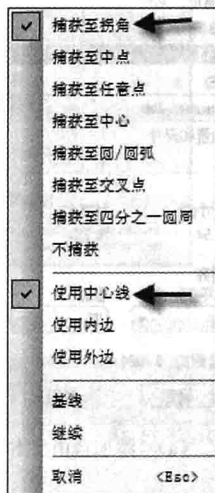
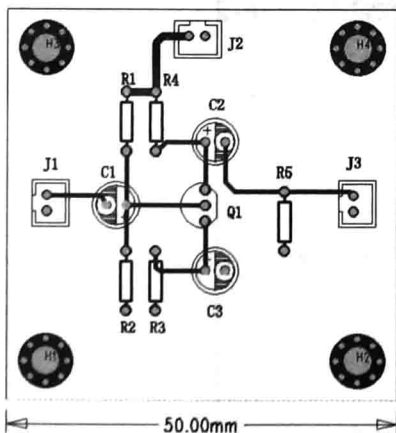

图 5-82 快捷菜单
图 5-83 水平标注效果
(3) 标注板框的长度。在 PCB 空白处单击鼠标右键，在弹出的快捷菜单中选择【选择板框】命令。然后单击水平标注尺寸图标，进入水平标注模式。再单击鼠标右键，在弹出的快捷菜单中选择【捕获至拐角】和【使用中心线】命令，如图 5-82 所示。然后单击板框长边的一个交点，再单击另一个交点，即可出现两点之间的距离值，移动光标到合适的位置单击即可完成水平尺寸的标注，如图 5-83 所示。